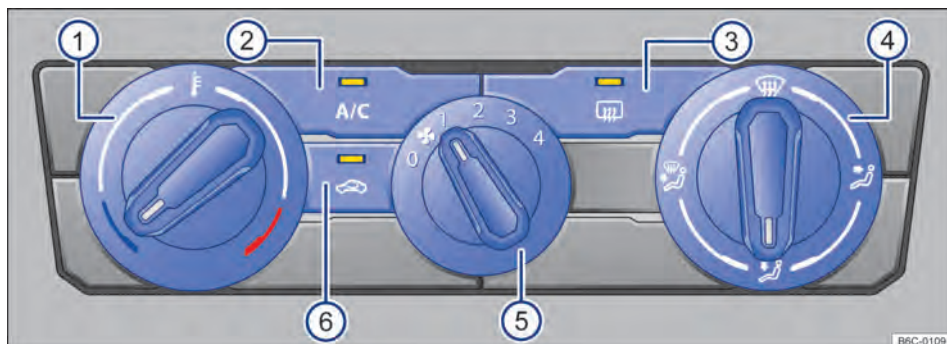

Fig. 87 Comandos do ar-condicionado.
- *Ar-condicionado*: girar o regulador do ventilador para o nível 0 → Fig. 87 (5).
- *Ar-condicionado*: girar o regulador rotativo esquerdo → Fig. 87 (1).
- *Ar-condicionado*: girar o regulador do ventilador → Fig. 87 (5).
- *Ar-condicionado*: girar o regulador da direita → Fig. 87 (4) para posição desejada.
- *Ar-condicionado*: girar o regulador direito para a posição  → Fig. 87 (4).